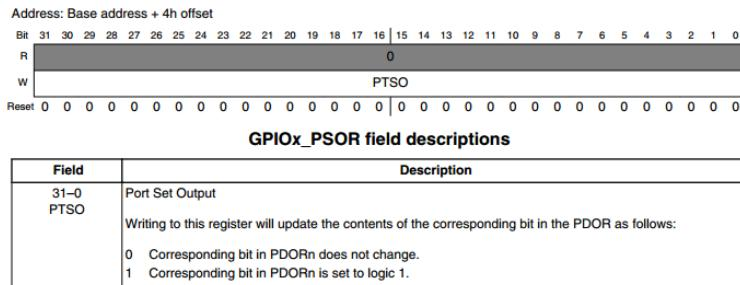

Figura 8: Formatação do registrador GPIOx\_PCOR
- **GPIOx\_PCOR (Port Clear Output Register)** mostrado na figura 8, usado para colocar o pino selecionado em nível baixo ("0"), ou seja, acender o LED